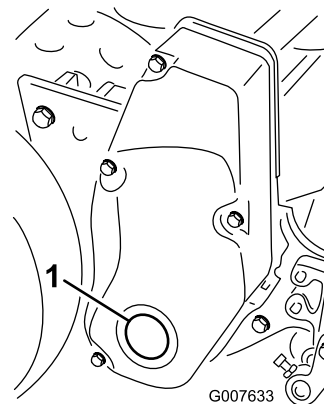

Рисунок 63
1. Снимите пробку с крышки правого привода барабана (Рисунок 63).